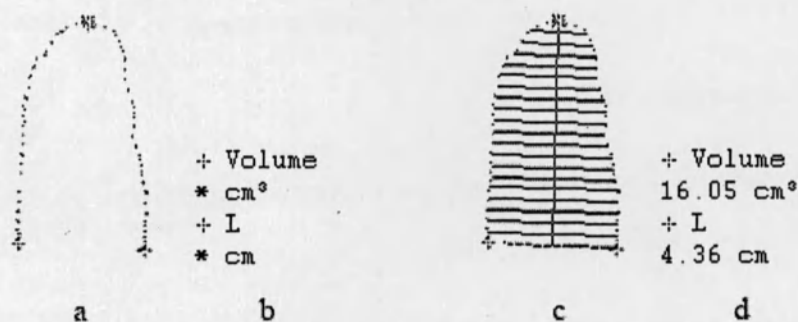

Рисунок 4.10
Вычерчивание контура завершается при помощи отрезка, соединяющего концы контура (см. рис. 4.10с). Кроме того, появляется ось [линия максимальной длины внутри очерчиваемого объекта (см. рис. 4.10с)]. Используя **шаровой манипулятор**, можно переместить ось. После перемещения оси изменяется длина оси (L), и значения длины и объема последовательно появляются в окне 10 (см. рис. 4.10d).